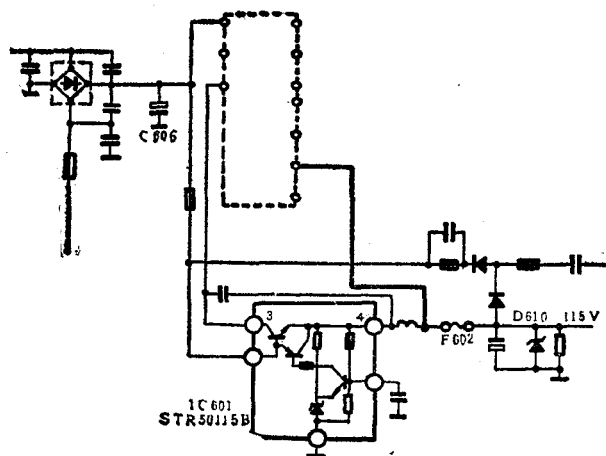

图 1-1
2. 检查稳压电路。测量115V稳压输出电压为0V，而测量整流滤波后的电压，即C606两端电压为284V，整流滤波电压正常。稳压输出电压为零，说明稳压电路有故障。检查F602已经烧断，测量115V对地正反向电阻均为零，检查保护二极管D610已经击穿短路。检查稳压集成电路IC601(见图1-1)，测量IC601第③脚与第④脚之间的正反向电阻均为 0Ω ，说明IC601已经损坏。更换一块IC601(STR50115B)厚膜电路后，再更换一只D610(EX0152CE
2. 检查保护电路。该机保护电路采用一次性保护元件D610,当作用在D610两端电压达到140V左右时,D610(见图1-1)击穿短路,从而不会使过高的电压加到行扫描等负载电路,保护负载电路主要元件不被击穿损坏。D610短路的同时使开关电源自动停止振荡而不工作。D610损坏主要有两个原因:一是D610自身性能不良,二是稳压电路失去稳压作用,而起到保护作用短路损坏。检查D610正反向电阻均为零,检查IC601的各脚对地正反向电阻(正常值见表1-1)均正常,说明是D610性能不良。用EX0074CE或ZPY130代换D610后,开机试验,电视机恢复正常。